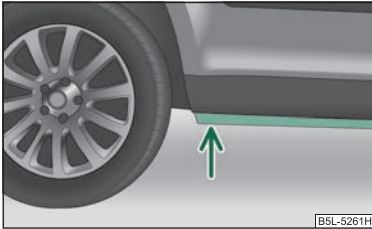

Fig. 154 Traversarea vadului
- Înainte de traversarea zonei inundate, stabiliți adâncimea apei. Apa trebuie să ajungă maxim până la puntea lonjeronului inferior al autovehiculului ⇒ fig. 154.